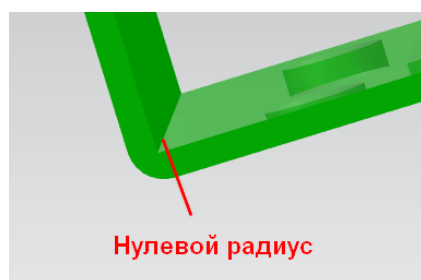

Рис. 1.70. Нулевой радиус сгиба
- нулевое значение внутреннего радиуса изгиба (рис. 1.70).